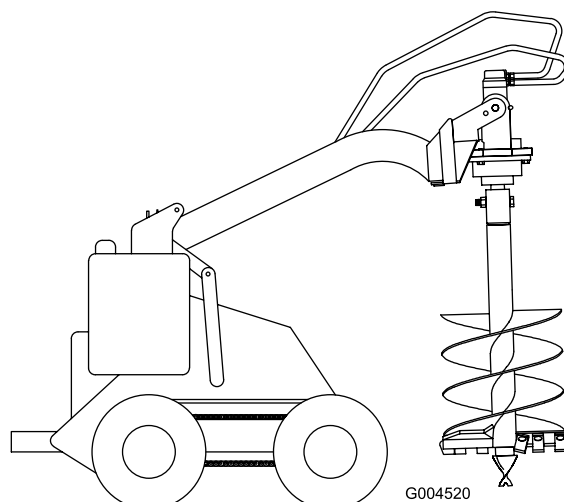

Figure 9
13. Élevez la tarière au-dessus du sol (Figure 9).
14. Lorsque la tarière est verticale, inclinez la plaque de montage en arrière jusqu'à ce que la tête d'entraînement touche la plaque, ce qui stabilise la tarière et l'empêche d'osciller (Figure 9).
1. Levez la tarière au-dessus du sol à la verticale (Figure 9).